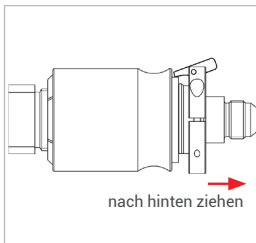

Abbildung 6
- ▶ Ziehen Sie leicht am Unterteil (Pos. 3) (Roter Pfeil *Abbildung 6*) des Adapters entgegen der Anschlussrichtung um sicherzustellen, dass der Adapter richtig angeschlossen ist.